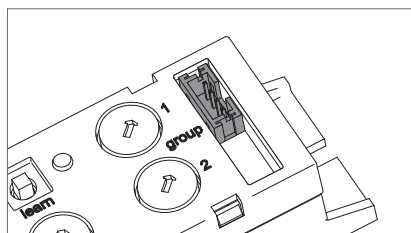

Fig. 7: Interface commande du module.
- ▶ Connectez une des extrémités du câble de raccordement à l'interface « Commande du module » située sur le module, voir Fig. 7.